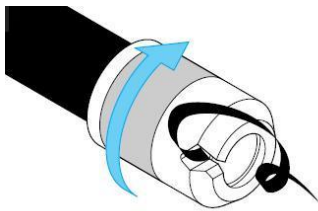

Bild 1
1. Rohr mit Anfrähhülse von Hawle Nr. 6000 oder mit gleichwertigem Produkt anfrägen (siehe Bild 1)